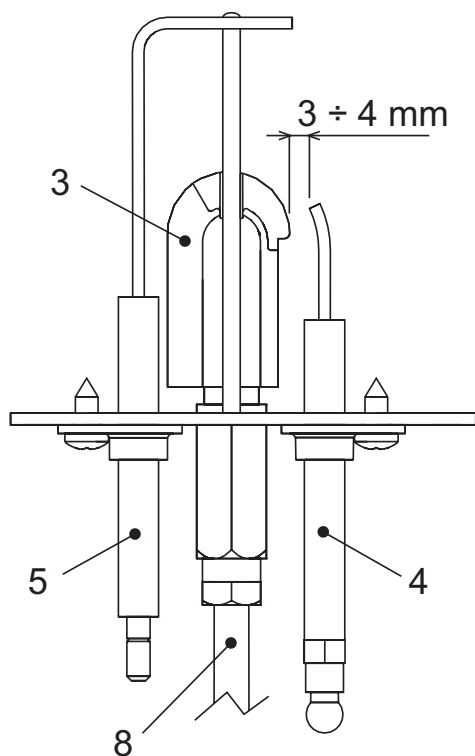

fig. 12 -
- Electrozii nu trebuie să aibă depuneri și trebuie să fie poziționați corect (a se vedea fig. 12).
Controlați ca electrozii să fie poziționați corect și să nu aibă depuneri (a se vedea fig. 12).